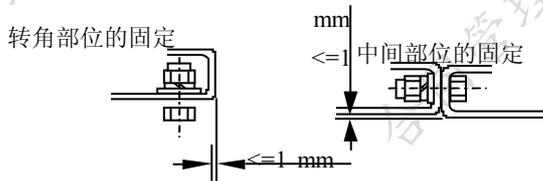

图 3.5-27
①、P-6.8.9.10 型电梯，①②③④⑥⑦⑧⑨为转角壁板，⑤为中间壁板。P-11.13.15.17 型电梯，①②④⑤⑦⑧⑩ ⑪为转角壁板，③⑥⑨为中间壁板。
②、将轿顶放入轿厢框架内，用电线吊在轿架上横梁上并尽可能的吊高（此项只限于整体式轿顶）。
③、在装嵌壁板前应对连接部位的保护胶纸进行处理。而且胶布应粘贴在保护胶纸上，千万不要直接粘贴在不锈钢上，否则会使不锈钢变色。
④、壁板的连接
1、壁板与壁板之间使用 5 支 M8 六角螺栓进行连接，见图 3.5-27。
- ⑤、壁板与壁板之间的平齐度在 1mm 以内，见图 3.5-27。